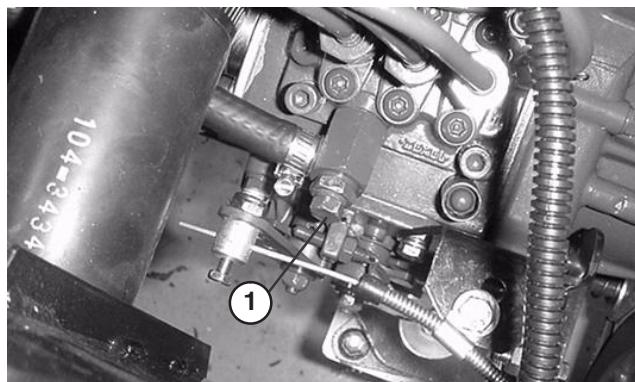

Figure 33
- Desserrez la vis de purge sur la pompe d'injection (Fig. 33).